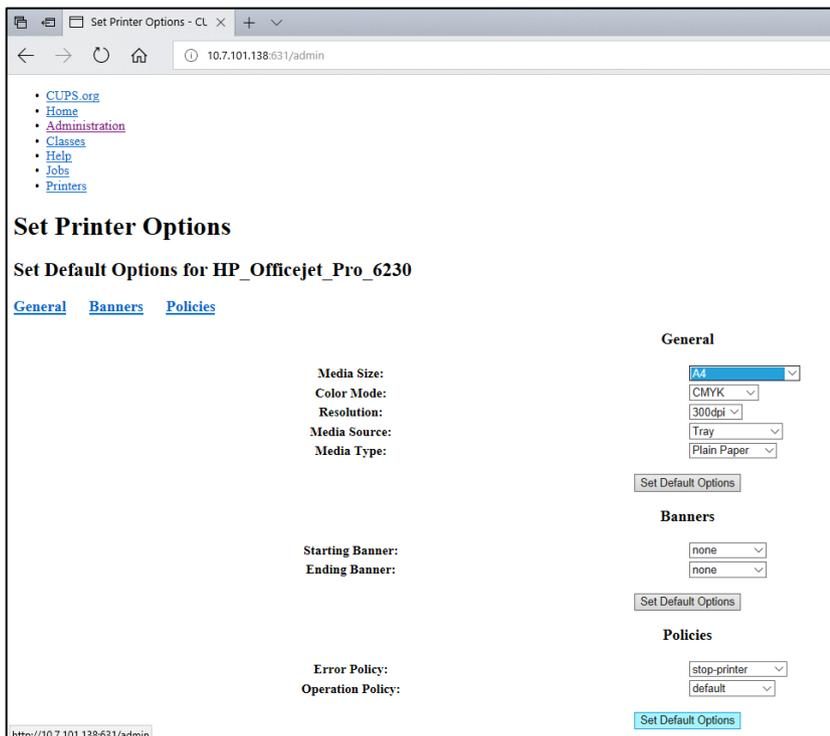

Figure 104. Sélection de la taille correcte du support.
7. Sélectionnez la Media Size (Taille de support) correcte (tel que « A4 »), car certaines imprimantes n’imprimeront pas si le format du papier est incorrect. Ensuite, enregistrez la sélection en appuyant sur **Set Default Options** (Définir les options par défaut ; figure 104).